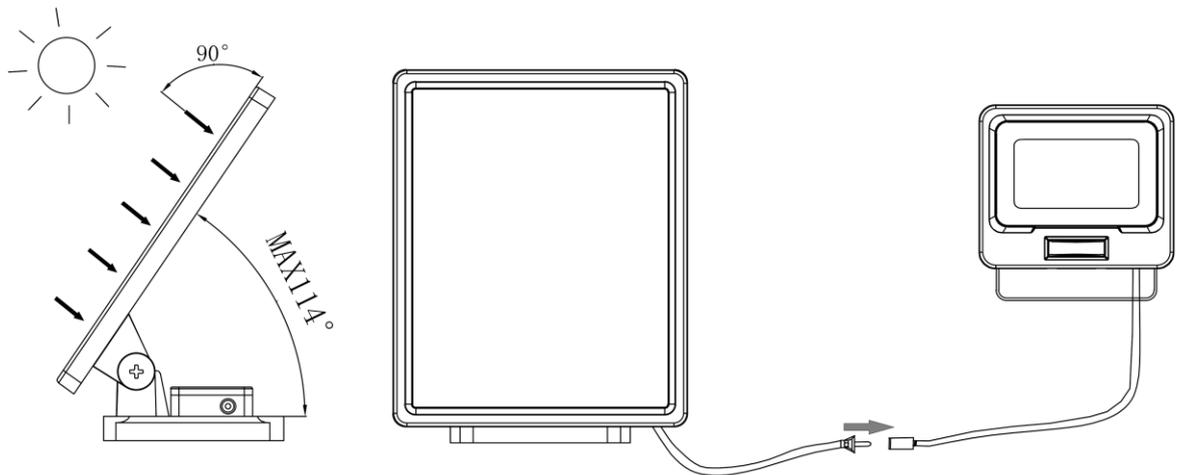

Abb. 3
- Schließen Sie die beiden Kabelenden zusammen (siehe Abb.3).